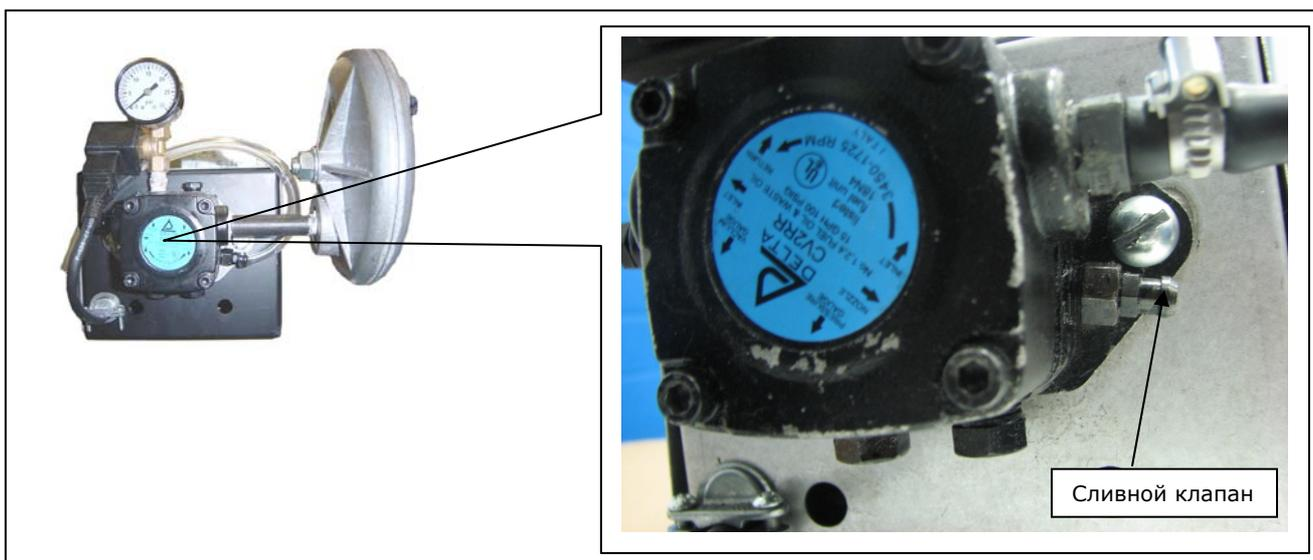

Рис. 7 Топливный насос в сборе вид спереди
3. Теперь, когда горелка включена и работает, а насос вращается, необходимо удалить воздух из топливного насоса, для этого откройте сливной клапан на насосе (рис.7) на один оборот, дождитесь, когда из клапана начнет равномерно вытекать топливо.